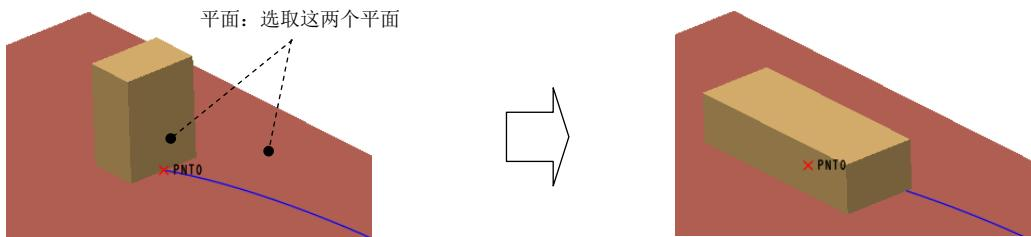

图 3.10.4 创建平面 (Planar) 连接
(2) 定义“平面”约束。分别选取图 3.10.4 所示的两个平面为“平面”约束参考，单击**反向**按钮，可以反转平面对齐的方向。